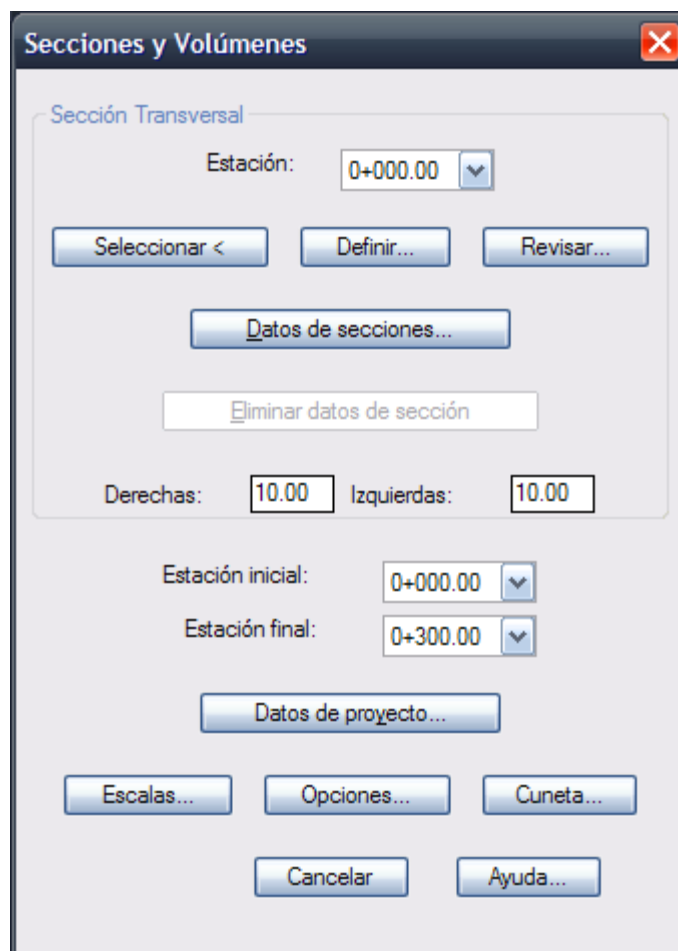

Fig. 3: Caja de diálogo para cálculo de volúmenes
5. Elija la rutina para calcular secciones y volúmenes en **Menú CivilCAD > Altimetría > Secciones > Volúmenes > Procesar Eje**, seleccionando el perfil de terreno (amarillo) para alimentar los datos al programa. Al hacer lo anterior, aparecerá una caja de diálogo donde se podrá especificar datos de proyecto y opciones (Fig. 3).